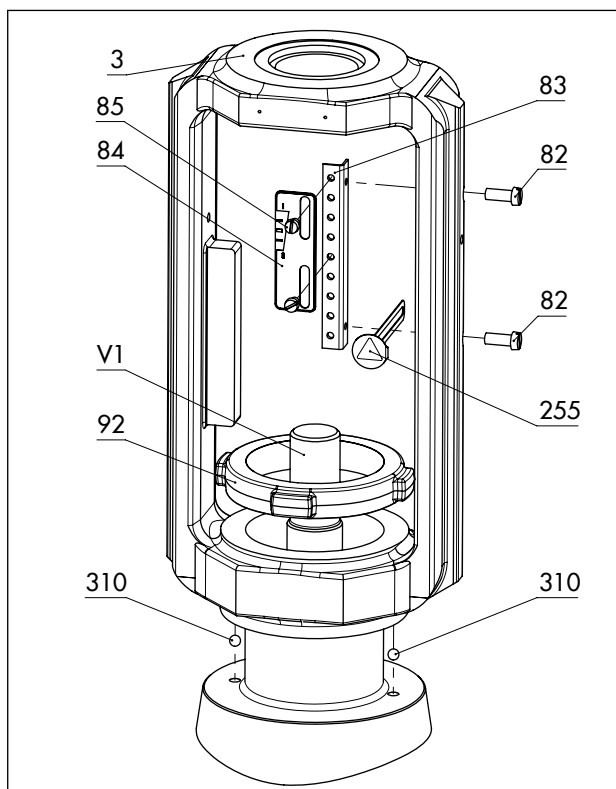
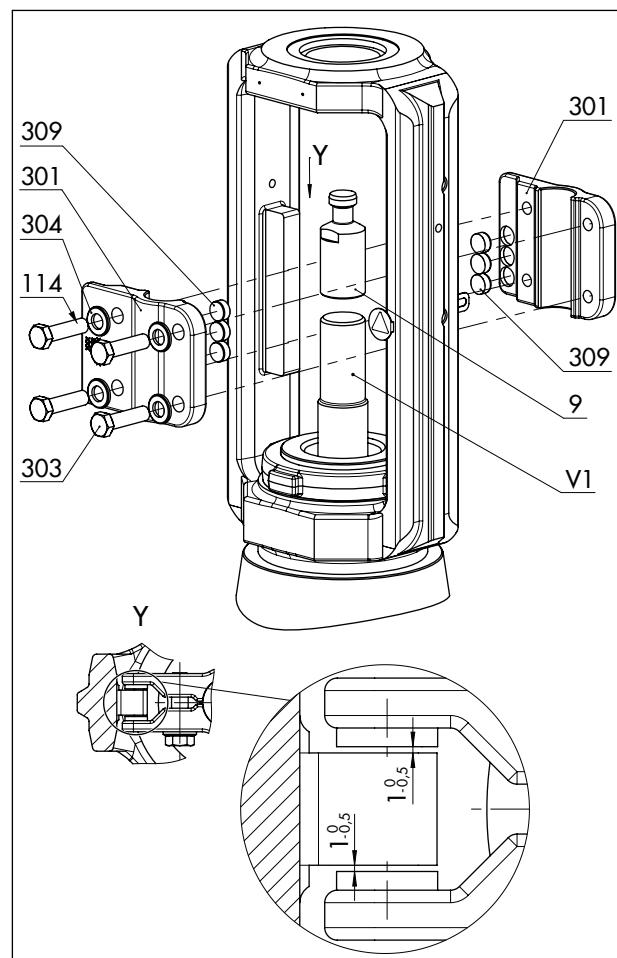

Рис. 16: Обзор монтажа узла «Рама с индикатором хода» в стандартном исполнении
Рис. 17: Обзор монтажа узла «Устройство защиты от проворачивания» в стандартном исполнении
См. Рис. 16 и Рис. 17
- Между скользящими шайбами и их опорными поверхностями на раме имеется номинальный зазор от 0,5 до 1 мм с каждой стороны (см. деталь Y на Рис. 17).